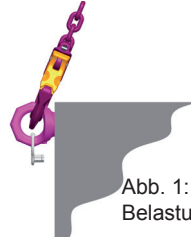

Abb. 1: Erlaubter Belastungsbereich
10. Das Anschlagmittel muss im STARPOINT frei beweglich sein und darf sich nicht an der Lastkante abstützen. Die in der Betriebsanleitung angegebenen Tragfähigkeiten beziehen sich auf die Belastungsrichtungen in Ringebene bzw. in axialer Richtung. **Darüber hinaus kann die Belastung mit der Nennttragfähigkeit des Anschlagpunktes in Richtung Gewindefbohrung des Werkstückes erfolgen (Abb. 1 und 2).**